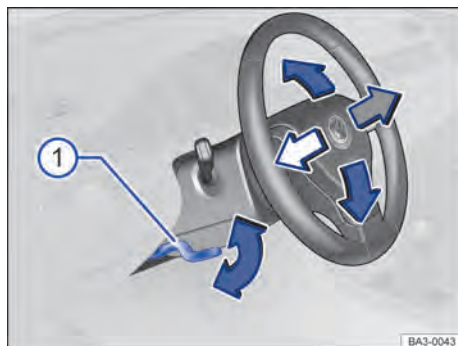

Fig. 65 Embaixo e à esquerda do volante junto com o revestimento da coluna de direção: alavanca de ajuste da posição do volante.
- Empurrar a alavanca para baixo → Fig. 65 Ⓜ️. ▶